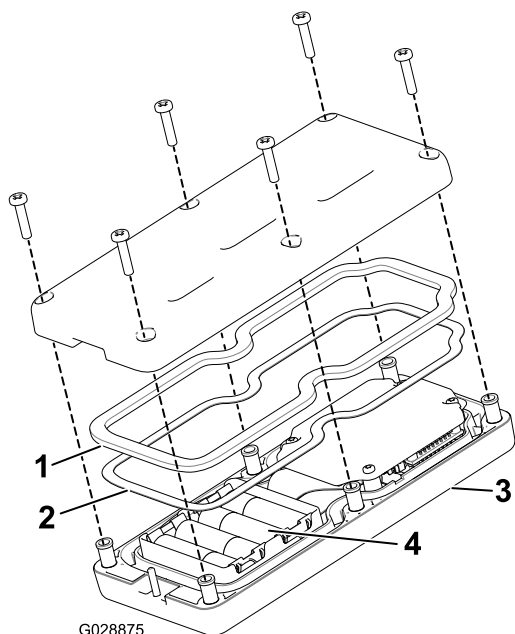

图46
3. 从遥控器后面卸下 6 个螺钉，然后取下后盖（图46）。
- 将四节新电池逐一放入电池端子仓位，注意按照正确的电池极性放置。（如果放置不正确，遥控器不会发生损坏，但遥控器无法操作。）电池端子仓位分别带有正负极标志（图46）。
- 如果您意外拆掉了橡胶密封件和钢垫片，请小心将它们放回手持遥控器的槽内（图46）。
- 放回后盖，并用先前卸下的 6 个螺丝固定（图46），上紧螺丝扭矩至 1.5~1.7N·m。